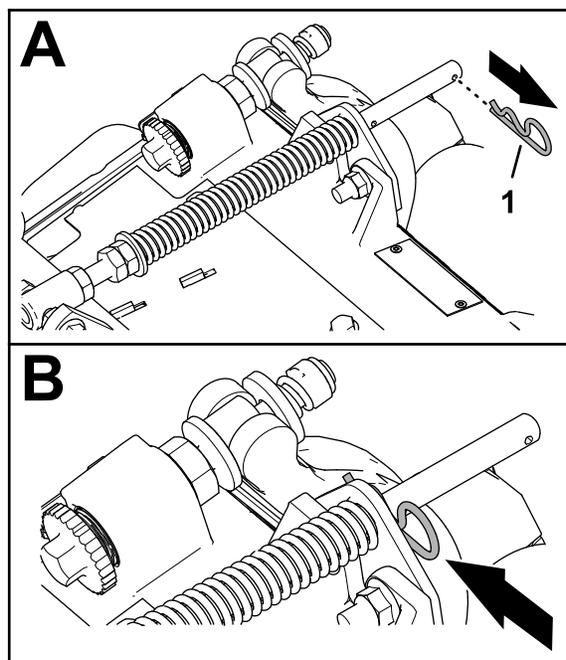

图 10
- 如果发卡销安装在补偿弹簧杆的后孔中——拆下发卡销并将其插到支架旁边的孔中 **图 10**。